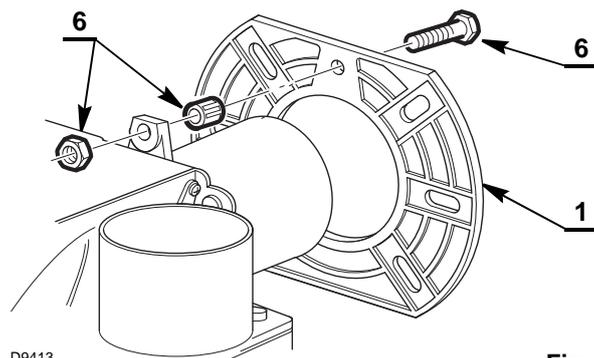

Fig. 18
- Insérer sur la bride 1) la vis et deux écrous 6) (Fig. 18).